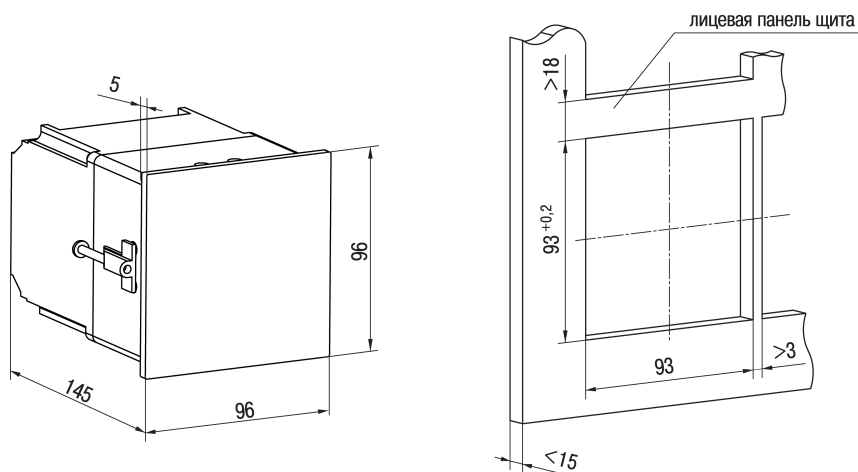

Рисунок 4.2 – Габаритные размеры корпуса Щ4
1. Подготовить на щите управления место для установки прибора (см. рисунок 4.2).